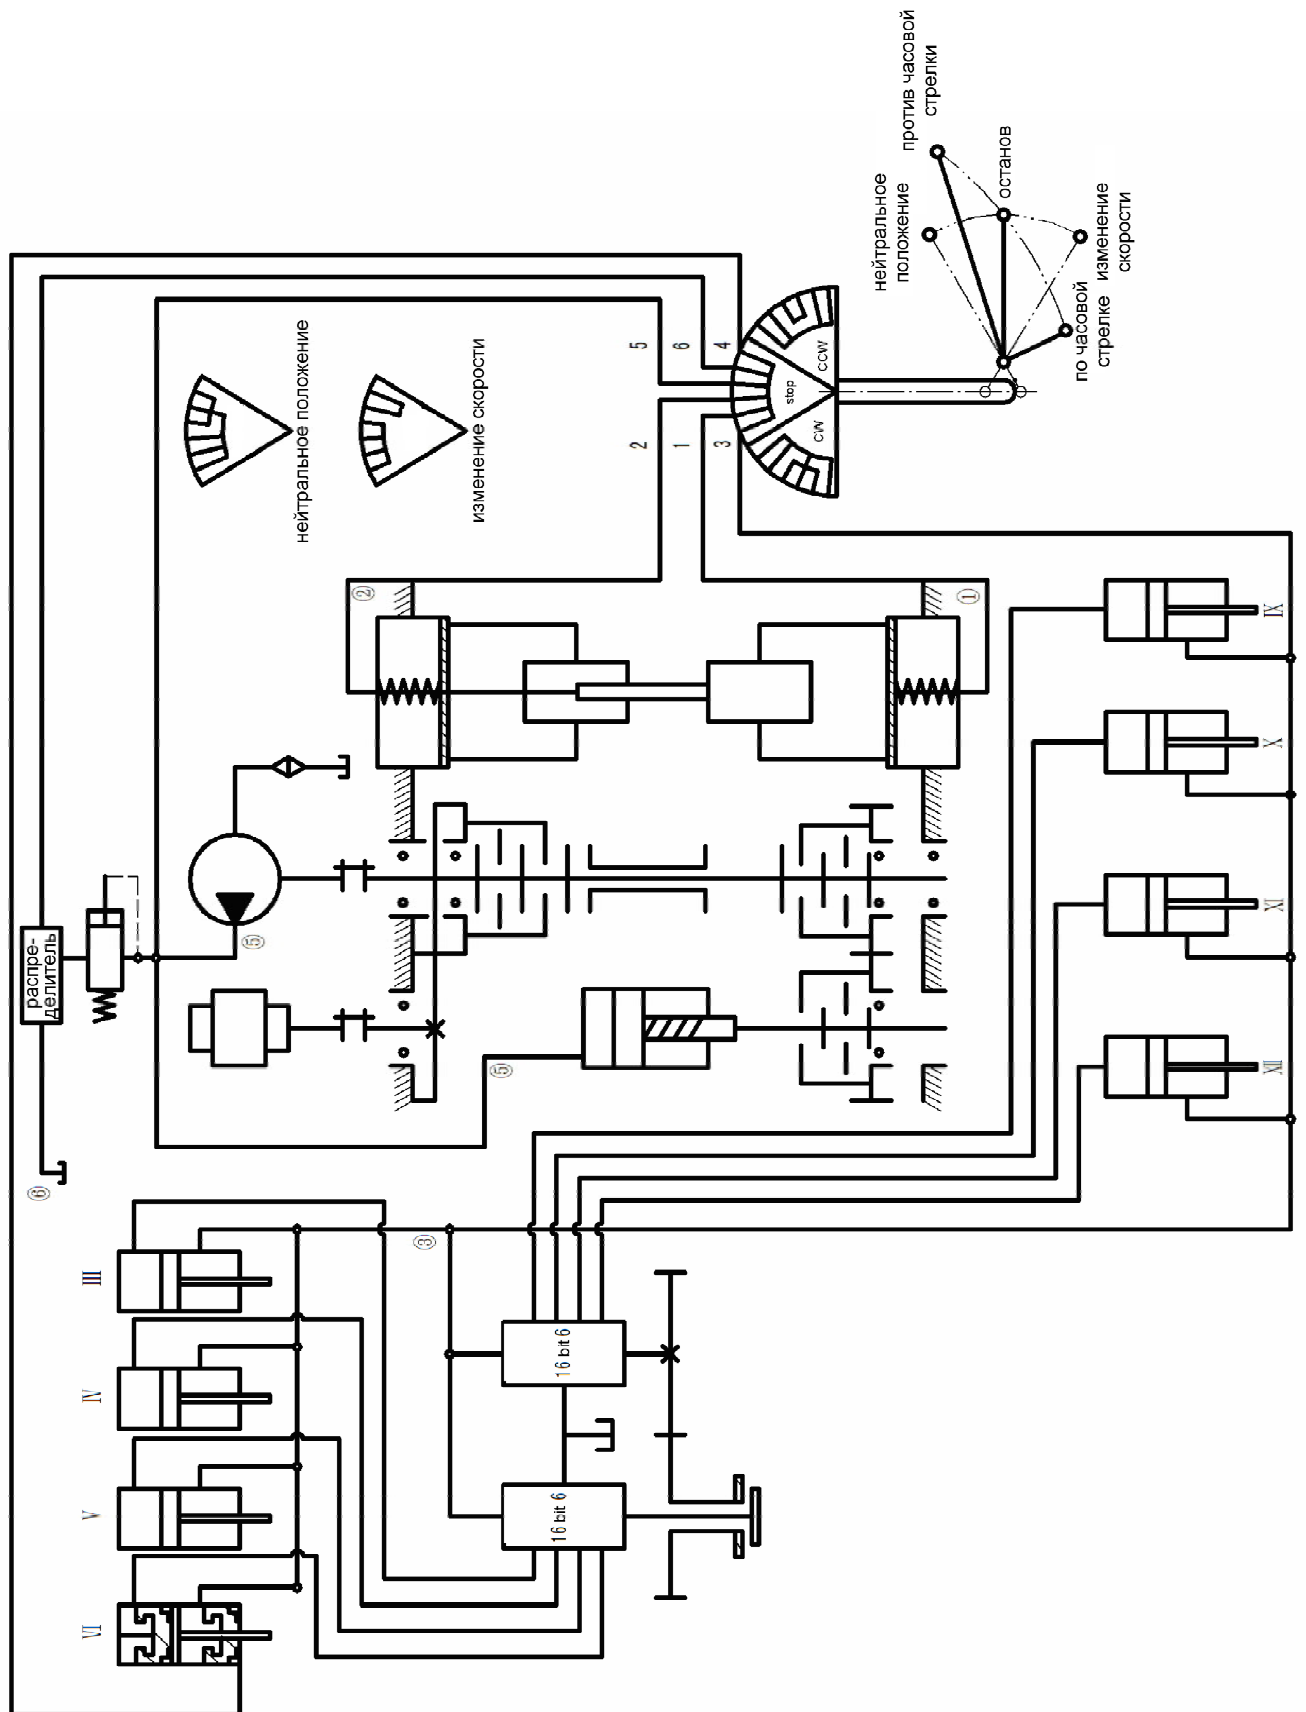

Рис. 8.2, система переключения скоростей и подач
8.1. Управление гидравлической системой (рис. 8.2)